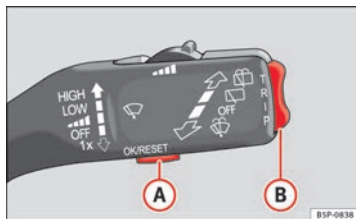
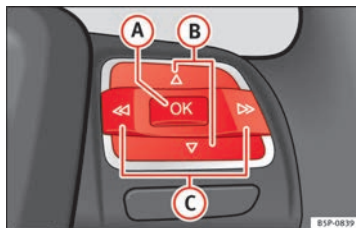

Abb. 41 Scheibenwischerhebel: Kontrolltasten
Abb. 42 Bedienelemente im Lenkrad: Kontrolltasten
- Zum Aufrufen des Menüs „Einstellungen“ drücken Sie die Taste **(C)** => Abb. 42, bis die entsprechende Anzeige am Display erfolgt. Nun befinden Sie sich in diesem Menü.
- Zum Umschalten zwischen den Speichern drücken Sie bei eingeschalteter Zündung kurz die Taste **A** ⇒ Abb. 41 ⇒ Seite 53 am Scheibenwischerhebel oder die Taste **OK** am Multifunktionslenkrad ⇒ Abb. 42 ⇒ Seite 53.
In der Multifunktionsanzeige können Sie, durch Betätigung der Wipptaste, **B** ⇒ Abb. 41 ⇒ Seite 53 am Scheibenwischerhebel bzw. durch Drücken der Taste **A** oder **V** ⇒ Abb. 42 des Multifunktionslenkrads*, die folgenden Daten abfragen: